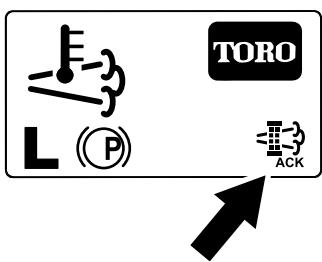

図 55
8. インフォセンターはホーム画面となり、再生実施中は画面右下に再生実施中アイコン図 55 が表示される。